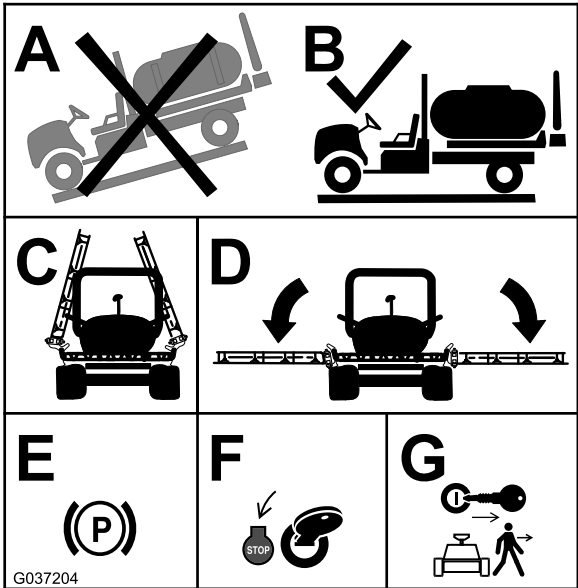

Figura 1
- 1. Mova a máquina para uma superfície nivelada (A e B de Figura 1).
- 2. Desça as secções exteriores da rampa (C e D de Figura 1).
- 3. Engate o travão de mão (E de Figura 1).
- 4. Desligue o motor (F de Figura 1).
- 5. Retire a chave da ignição antes de sair da máquina (G de Figura 1).